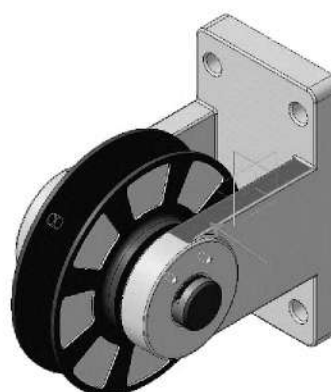

Рисунок 3.37. Выбор элемента детали «Вилка» для сопряжения «Параллельность»
2.4.11 Укажите грань на проушине (рисунок 3.37).